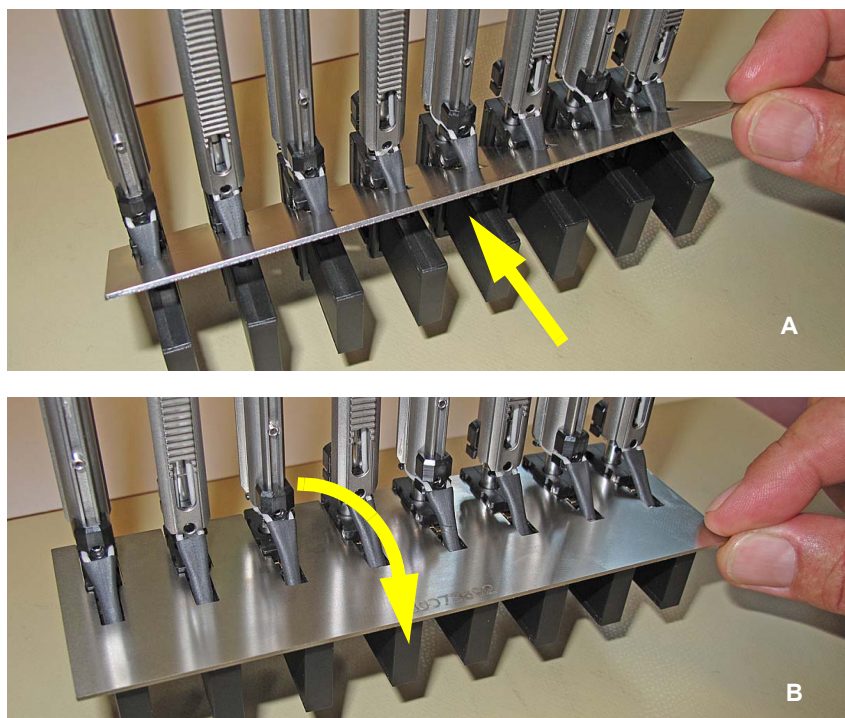

Abb. 7-12 Einstelllehre für Air LiHa-Spitzenadapter
- 5 Spreizen Sie die Z-Stangen und befestigen Sie die Air LiHa-Spitzenadapter durch Einsetzen der Einstelllehre für die Spitzenadapter wie in Abb. 7-9, 7-40 dargestellt (Einsetzabfolge wie in Abb. 7-12, 7-42).
- ♦ Sorgen Sie dafür, dass die Air LiHa-Spitzenadapter richtig ausgerichtet sind. Es muss möglich sein, die Einstelllehre wie in Abb. 7-12, 7-42 dargestellt in die Air LiHa-Spitzenadapter einzusetzen.